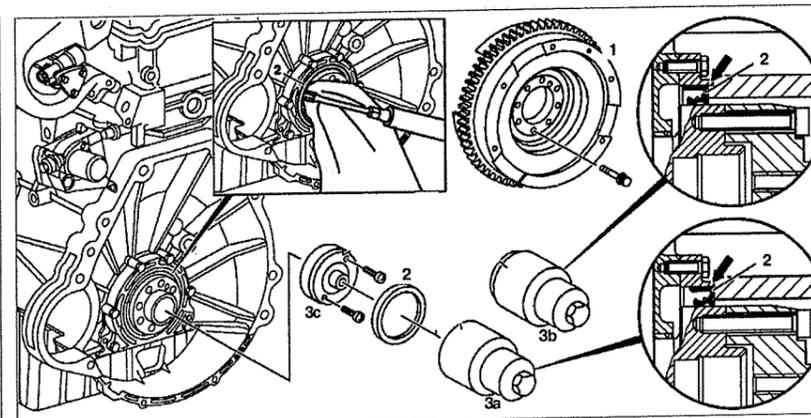

Рис. 2.32. Задний сальник коленчатого вала:
1. Снимите маховик 1 (см.рис. 2.32).